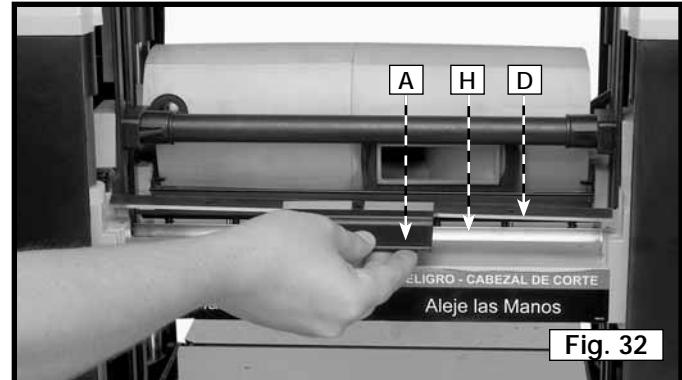

Fig. 32
- Inverser le couteau (H) fig. 32 ou en poser un neuf. Positionner l'outil de transfert de couteau magnétisé (G) sur le couteau. Mettre le couteau dans le porte-lame, sous la barre de verrouillage (D), la partie biseautée étant vers le haut. S'assurer que les broches du porte-lame et la barre de verrouillage s'engagent dans les trous du couteau.